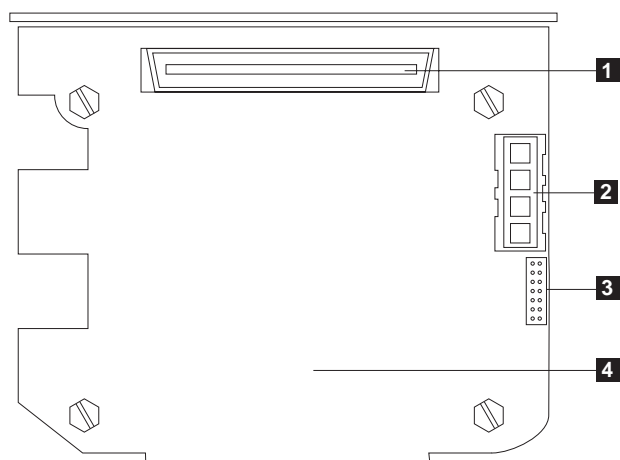

图 77. 3-Pack 扩充件 SCSI 底板
- 2) 将电缆的一端连接至新 3-Pack 扩充件 SCSI 底板上的 SCSI 电缆接口, 如图 77 中所示。(这显示了从引擎背面查看时 3-Pack 扩充件 SCSI 底板上的背面接口。)
- 2) 将电缆的一端连接至新 3-Pack 扩充件 SCSI 底板上的 SCSI 电缆接口, 如图 77 中所示。(这显示了从引擎背面查看时的 3-Pack 扩充件 SCSI 底板上的背面接口。)
- 2) 将电缆的一端连接至新 3-Pack 扩充件 SCSI 底板上的 SCSI 电缆接口, 如第 143 页的图 77 中所示。(这显示了从引擎背面查看时的 3-Pack 扩充件 SCSI 底板上的背面接口。)
- 2) 将此电缆连接至新 3-Pack 扩充件底板上的 SCSI 电源电缆接口（参见第 143 页的图 77 以便获得接口的位置）。